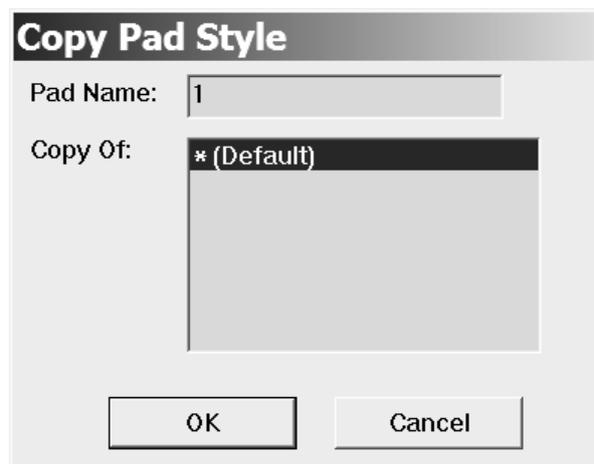

Рис.1.9.Созданиегруппыотверстий
6. Для расстановки контактных площадок необходимо определить все типы отверстий, встречающиеся на заданной плате. Для этого необходимо войти в меню Options, под меню PadStyle. При нажатии кнопки Copy задаётся имя для группы отверстий (рис. 1.9).